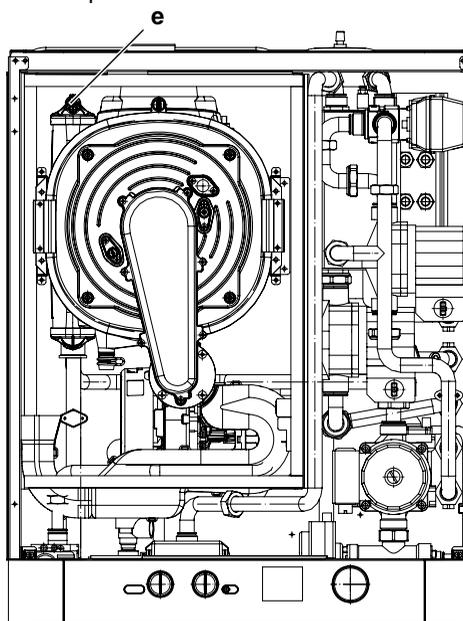

Figura 6.4 Sfiato scambiatore
- 9 Prima di allentare il raccordo di sfiato scambiatore primario condensante **e** in **Figura 6.4**, collegare un tubicino di
- 11 Riempire l'impianto di riscaldamento vedi sez. Riempimento del circuito riscaldamento, richiudere lo sfianto dello scambiatore primario condensante e in **Figura 6.4** quando da questo inizia ad uscire acqua, togliere il tubicino di scarico.